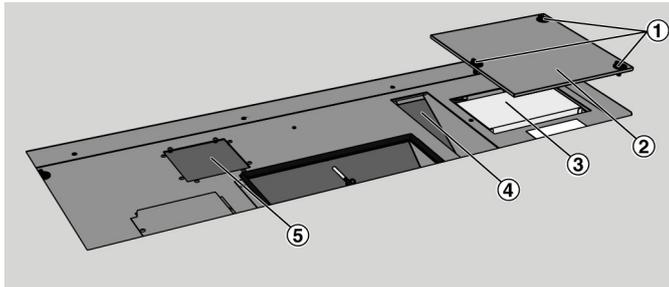

Abb. 25: Filterwechsel Beispiel Ausführung rechts
3. ▶ **Außenluftfilter:** Den Filterdeckel (Abb. 25/2) für den Außenluftfilter demontieren. Dazu die Schnellverschlüsse (Abb. 25/1) lösen und den Filterdeckel abnehmen. Plisseefilter (Abb. 25/3) aus dem Filtereinschub herausziehen.
Abluft-/Sekundärluftfilter: Flachfiltermedium (Abb. 25/4) mit Filterrahmen aus dem Gerät entnehmen.
Bypassfilter: Flachfiltermedium (Abb. 25/5) entnehmen.
6. ▶ Die Flachfiltermedien (Abb. 25/4 und 5) und den Plisseefilter (Abb. 25/3) wieder einsetzen.
Den Filterdeckel (Abb. 25/2) mit Schnellverschlüssen (Abb. 25/1) wieder montieren.